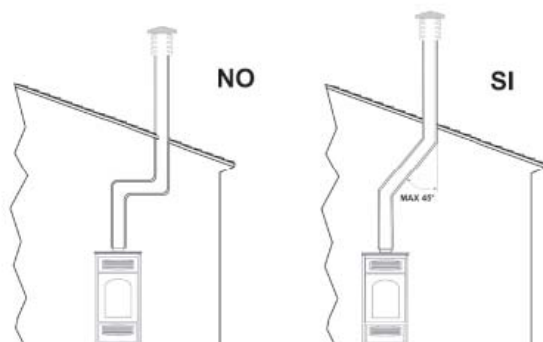

Fig.2
-La sezione interna deve essere uniforme, preferibilmente circolare: le sezioni quadrate o rettangolari devono avere spigoli arrotondati con raggio non inferiore a 20mm; rapporto massimo tra i lati di 1,5; pareti il più possibili lisce e senza restringimenti; le curve regolari e senza discontinuità, deviazioni dall'asse non superiori a 45° (fig.2).